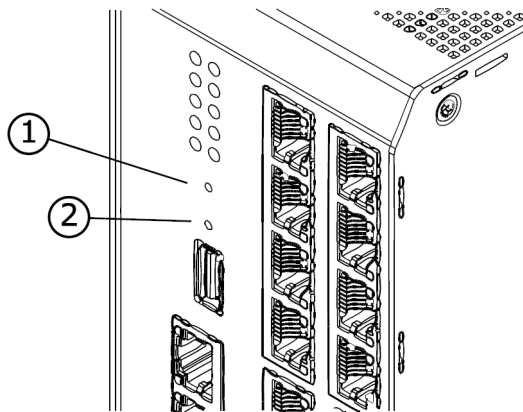

Рисунок 9 – Кнопки перезагрузки и сброса к заводским настройкам коммутатора.
При кратковременном нажатии кнопки перезагрузки (см. Рисунок 9, ①) память и таблица MAC адресов стираются и все соединения инициализируются заново. Текущая конфигурация остается без изменения.
При нажатии кнопки «Factory» (см. Рисунок 9, ②) активируются следующие действия: